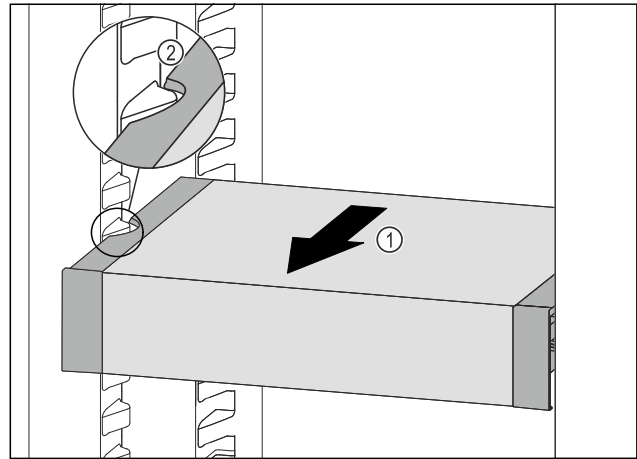

Fig. 93
- VarioSafe nach vorne ziehen Fig. 93 (1), bis sich die seitlichen Aussparungen des VarioSafes auf Höhe der Behälterrippe im Kühlteil befinden. Fig. 93 (2)